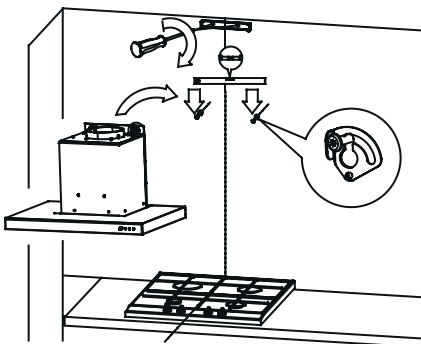

Рис. 5. Навішування витяжки
3. Відкрийте кришку витяжки та зніміть жировий фільтр (Рис. 5).